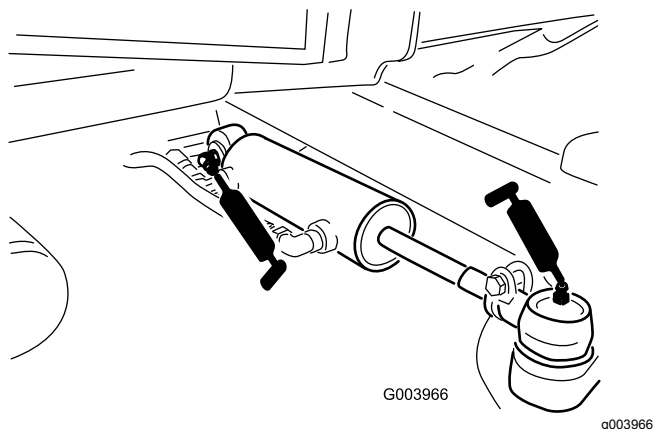

Figura 78
- Rótulas del cilindro de dirección (2) (Figura 78)